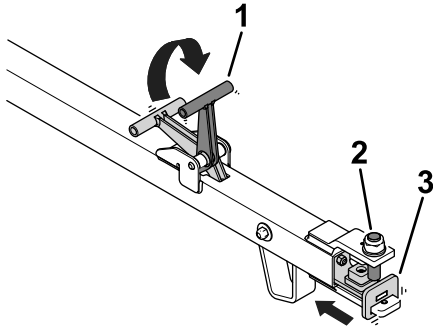

Figura 5
1. Eleve la palanca de la barra (Figura 5).